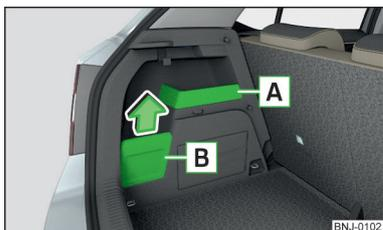

Fig. 94
- Se possível, colocar a peça de bagagem suspensa no gancho no compartimento de arrumação **B** » Fig. 94 na página 80 - caso contrário, existe perigo de danificação da tampa do compartimento de arrumação.
- Se suspender uma peça de bagagem com um peso superior a 2,5 kg no gancho, recomendamos retirar a tampa do compartimento de arrumação **B** » Fig. 94 na página 80 - caso contrário, existe perigo de danificação da tampa do compartimento de arrumação.
O compartimento de arrumação fixo **A** » Fig. 94 é adequado para pousar objetos pequenos até um peso de 1,5 kg.